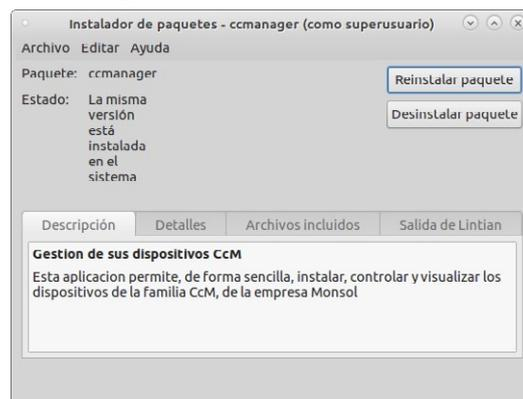

Figura 6 Linux – Proceso de instalación 3 de 3
- En la ventana del instalador de paquetes verá que la aplicación CcManager está instalada en el sistema (Figura 6).